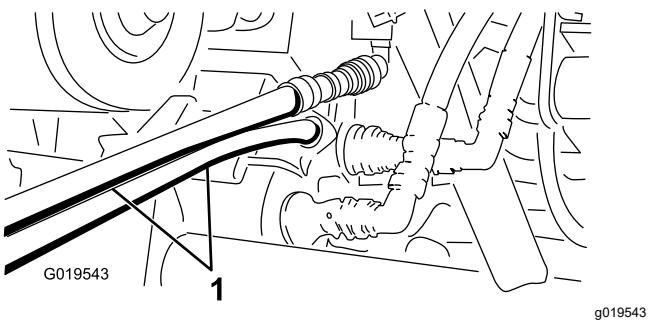

図 76
5. 救援側のワークマンのカップラブラケットにまだついているカップラに、救援用ホースを接続する上のホースは上のカップラに、下のホースは下のカップラに接続する図76。